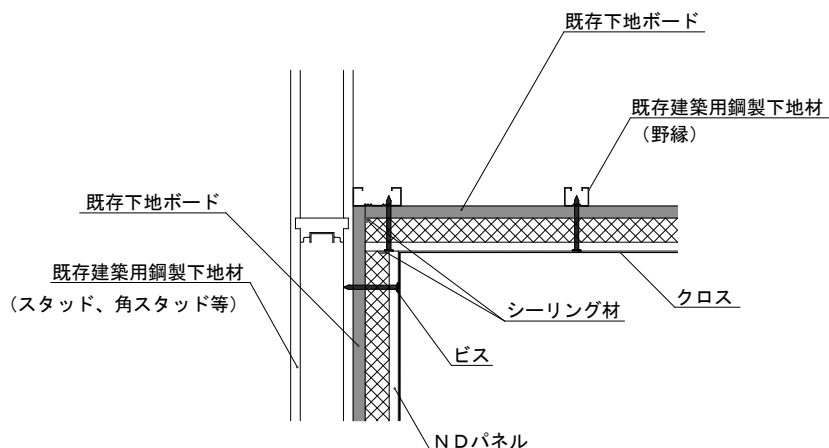

図 8 壁－天井の入隅部納まり図（例）
② 入隅納まり図（例）〔壁－天井〕
- ・ 図 8 のように、天井については建築用鋼製下地材である野縁等にビス固定をしてください。